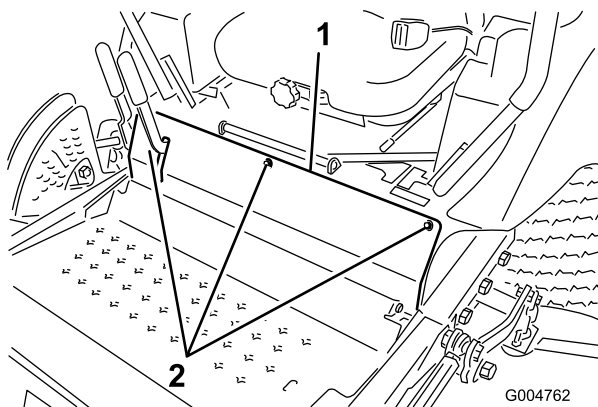

Bild 60
2. Nehmen Sie die Schrauben ab, mit denen die Frontplatte befestigt ist, und nehmen Sie sie ab (Bild 60).